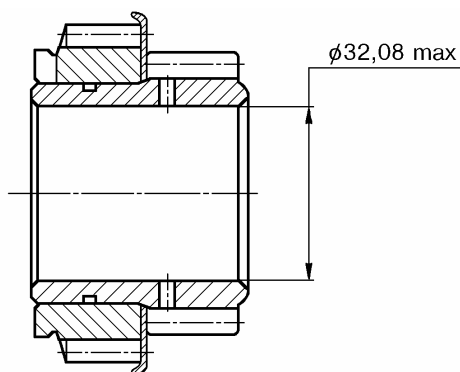

Рис.48. Шестерня V передачи с синхронизатором в сборе – 2107-1701157.
4.2.18 Шестерня V передачи с синхронизатором в сборе - 2107-1701157, рис.48.